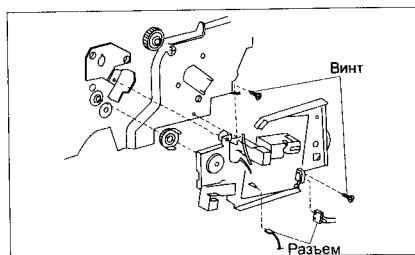

Рис. 8
- выкручивают два винта, отсоединяют два разъема (рис. 8) и снимают узел высоковольтной платы.